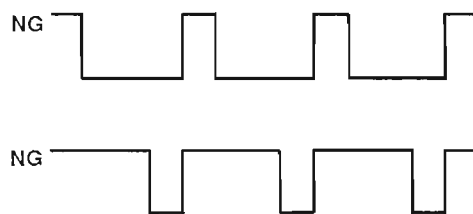

Fig. 12
- ⑧ It is a rare occurrence, but, if it is difficult to adjust the voltage due to high voltage fluctuation, connect pin 7 of IC502 to an oscilloscope. Adjust VR502 so that the 5V and 0V transitions are equal in duration (refer to fig. 12).
- ① YPDR601とRC601の両方の電源スイッチをOFFにする。
- ② テストディスクTX913510をセットしてディスク装着用重りて固定する。
- ⑦ まれに⑤⑥の方法ではV # 2の変動が大きすぎて調整が出来ないことがあるのでその場合は、IC502の7ピンをオシロスコープで観測し、5Vと0Vがほぼ同等に出現するようにVR502を調整する。(Fig.12)